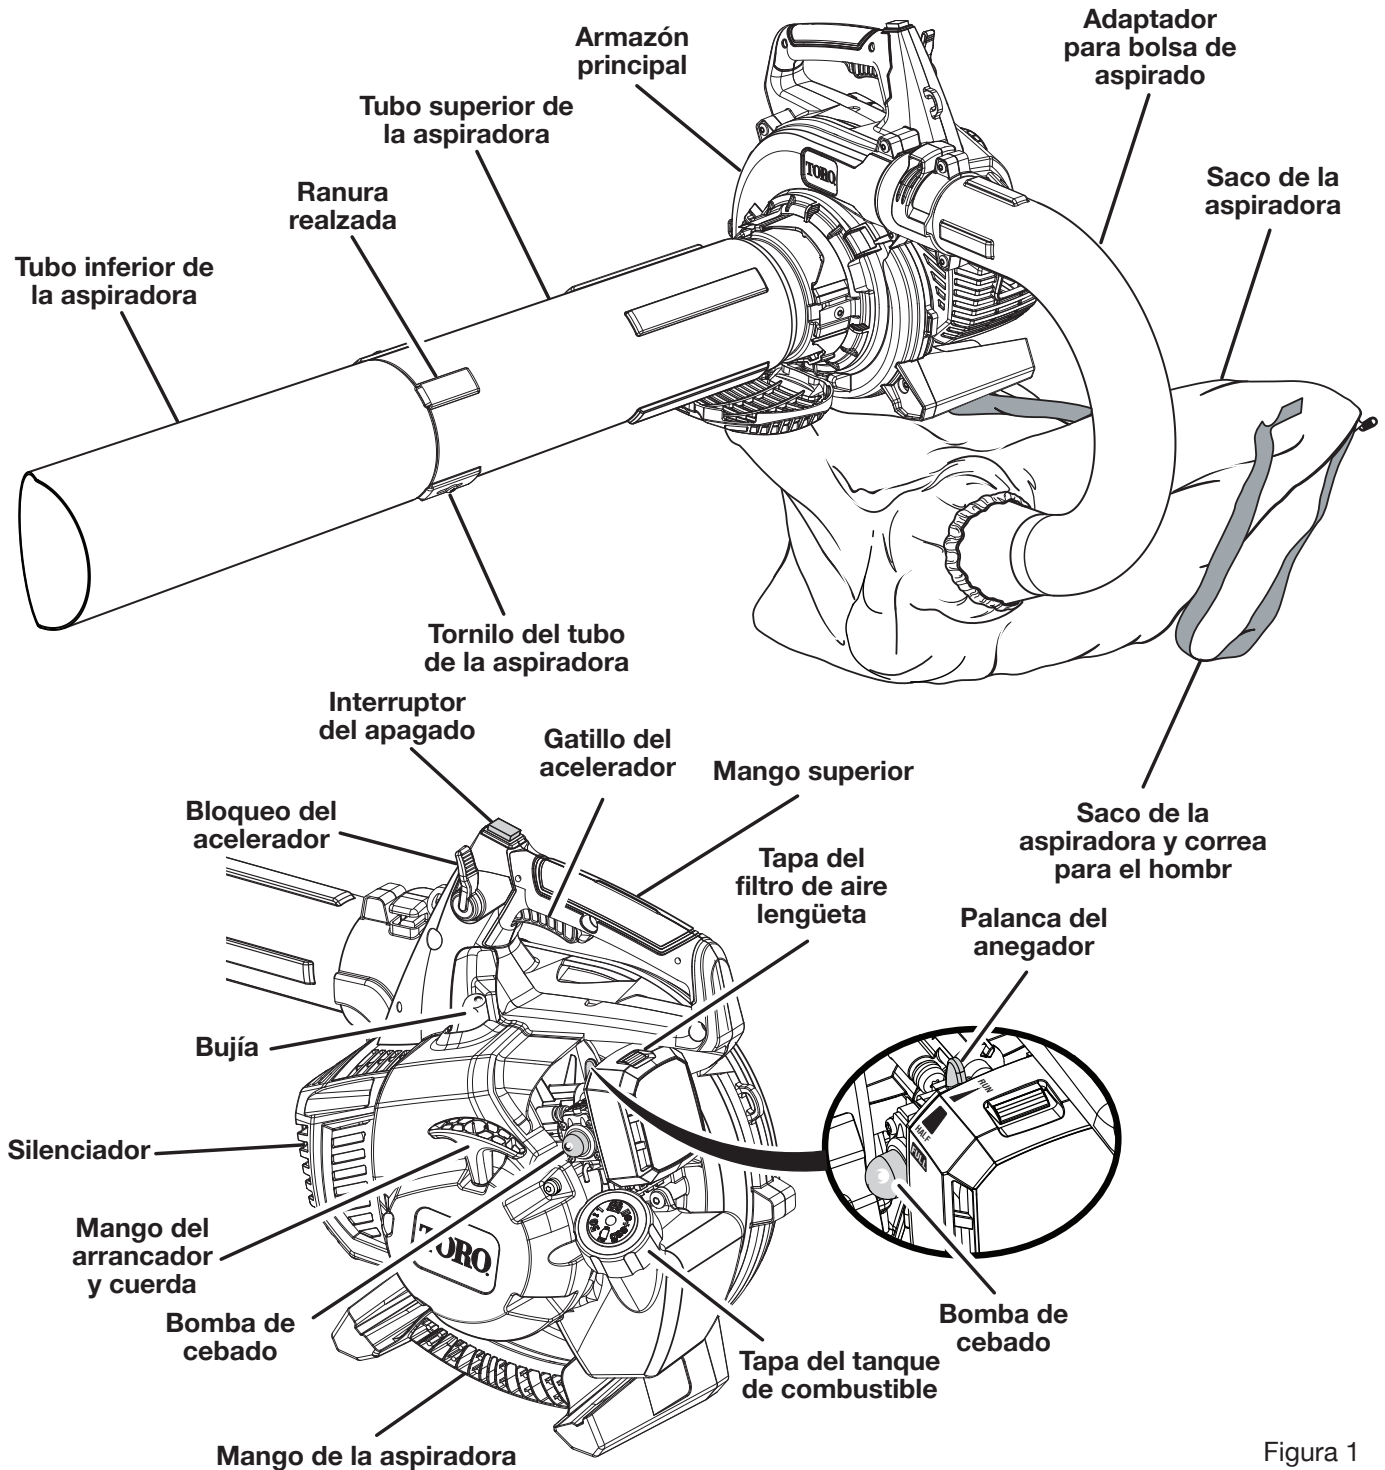

Figura 1
2. Golpee levemente en el suelo el conjunto de los tubos hasta que los agujeros del tubo inferior estén en la ranura realizada del tubo superior. Asegúrelos con los tornillos suministrados. Vea la figura 1.